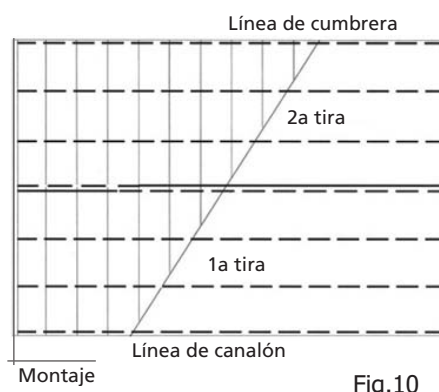

Fig.10
10. Cuando el largo del agua de la cubierta requiere de más de un panel, se prosigue al montaje de los paneles por tiras. (fig. 10).